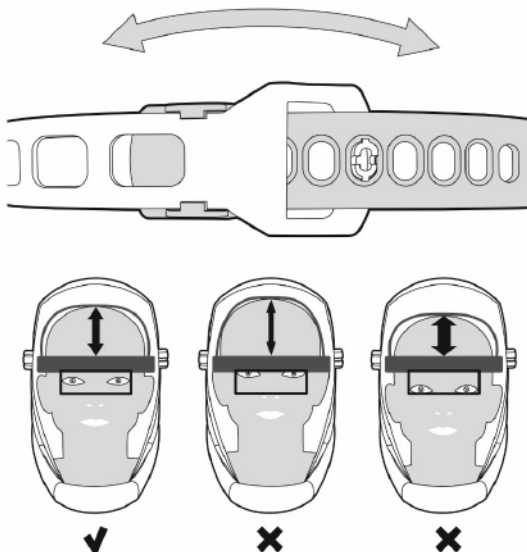

Рис. 8.4. Вертикальная регулировка.
**Вертикальная регулировка по высоте** (см. рис. 8.4): уменьшая или увеличивая размер ремней, отрегулируйте размер наголовника так, чтобы глаза находились в средней части светофильтра.